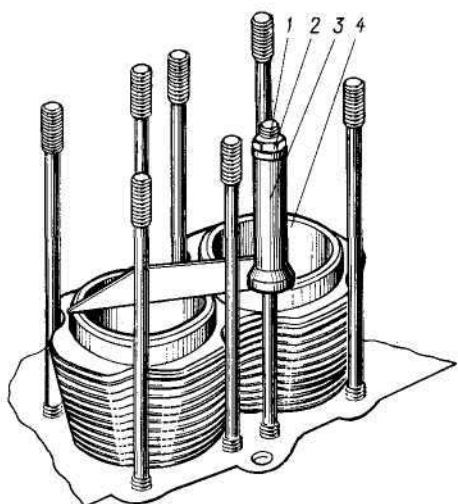

Рис. 43. Приспособление для фиксации цилиндров на картере коленчатого вала:
- зафиксируйте цилиндры от произвольного подъёма поршнем при проворачивании коленчатого вала, для чего установите фиксатор 3 (рис. 43) на одну из средних шпилек крепления головок цилиндров и закрепите его гайкой;